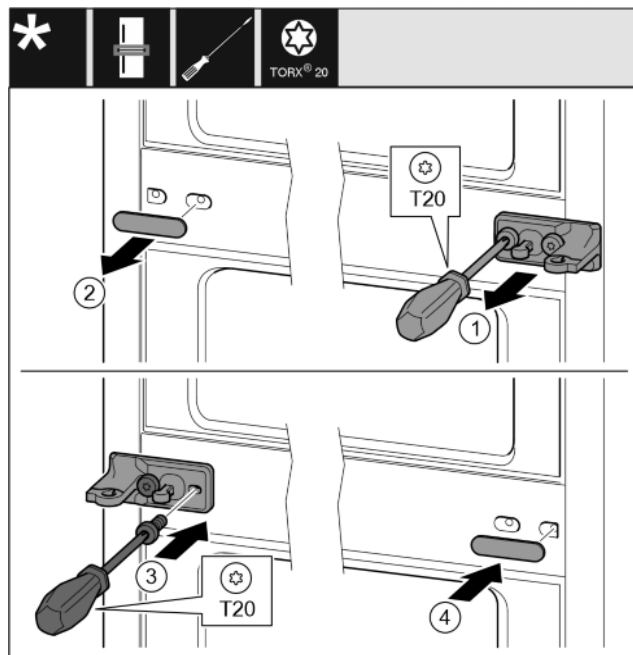

Fig. 26
- ▶ Retirar la arandela. Fig. 26 (1)
- ▶ Desenroscar los tornillos con el destornillador T20. Fig. 26 (2)
- ▶ Retirar cuidadosamente la cubierta. Fig. 26 (3)
- ▶ Atornillar firmemente el soporte de apoyo con la lámina girado 180° en el otro lado. Fig. 26 (4)
- ▶ Colocar la cubierta girada 180° en el otro lado. Fig. 26 (5)
- ▶ Desplazar la arandela desde delante. Fig. 26 (6)